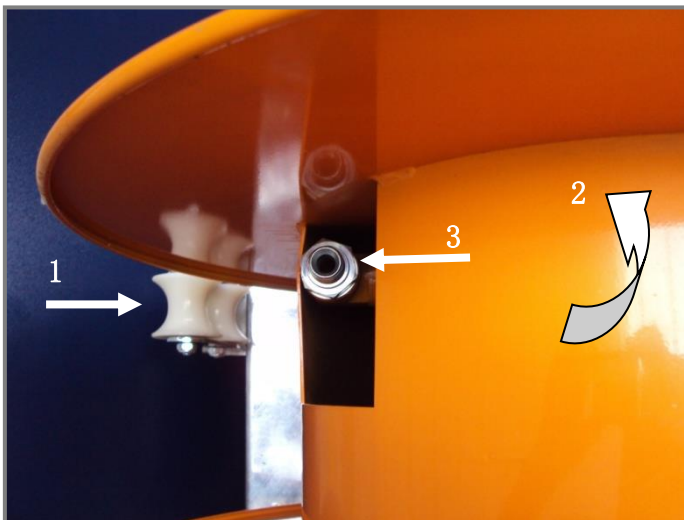

图 7.2：软管安装至卷盘的顺序
- 用手转动卷盘，直到软管导引件尽可能靠近连接点所在的卷盘侧。连接点必须处于其最高位置（如图 7.2 所示）